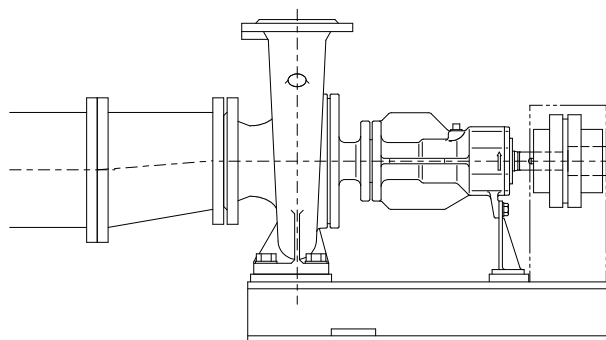

図2.3-1 偏芯テーパ管による吸込配管例
- (1) 吸込側および吐出側の配管を行う場合は、ポンプに配管からの力がかからないようにしてください。ポンプに配管からの力が加わると、ポンプの異常振動や破損の原因となります。
- (2) 配管を設計する場合、吸込配管の諸損失を最小にするように注意し、急激な断面変化や急激な曲りを避け、流速は3m/s以下になるよう管径を決定してください。
- (3) 吸込配管は空気溜りができないように、吸上配管の場合はポンプに向かって上り勾配としてください。
- (4) 吸込配管とポンプ吸込口の口径が異なる時は図2.3-1のように偏芯テーパ管を接続し、空気溜りができないようにしてください。